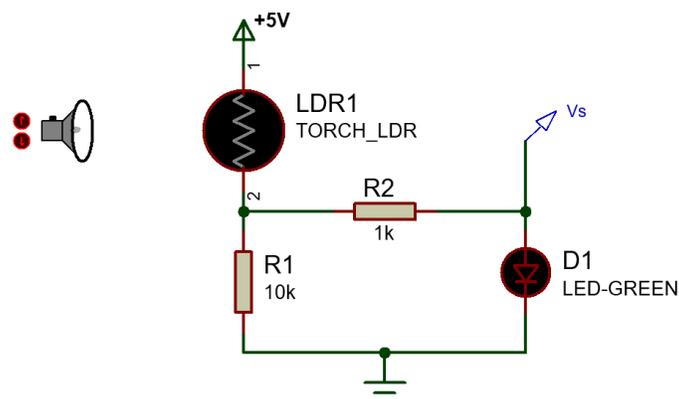

Figura 2.3. Circuito sensor con elementos intercambiados.
5. Intercambie las posiciones de las resistencias en la forma mostrada en la figura 2.3 y mida nuevamente el voltaje de salida.
6. Repita el punto 4 del procedimiento para el circuito de la figura 2.3.